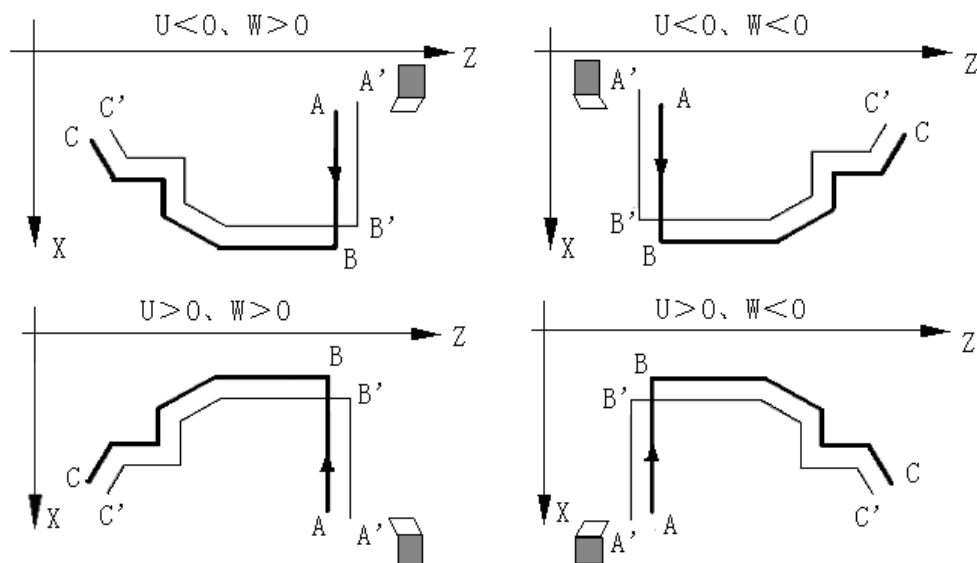

图 4-16-4
- 1) 执行指令①时, 坐标轴没有实际运动, 系统自动将偏移量记忆到内部, 一直有效; 如果未指定, 则默认为 0。
- 2) G71 指令①设置的偏移量仅对 G71 指令②起作用,
- 3) G71 指令①中的 U、W 字段必须同时指定, 不能只写一个。
- 4) G71 指令③中的 X(U)、P、Q 字段应该与 G71 指令②一致; 如果要写, 必须写完整; 而且字段范围与指令②相同。
- 5) G71 指令③中, P~Q 程序段中的指令编程规则同粗车 G71 指令②相同。
- 6) 系统执行粗车 G71 指令②时, 自动记忆最近的 G71 中的 X(U)、P、Q 字段数据; 如果 G710 省略了 X(U)、P、Q 字段, 则直接引用内部记忆的数据。因此, 如果是对最近粗车过的 G71 轨迹进行精车, 则可以省去 G710 之后的字段。
- 9) G710 与 G71 指令②一样, 内部可以进行刀尖半径补偿, 编程规则、格式与 G71 指令②一样。
- 10) 留粗车余量时坐标偏移方向: 指令①的 U、W 反映了精车时坐标偏移和切入方向, 按 U、W 的符号有四种不同组合, 见图 4-16-4, 图中: B→C 为精车轨迹, B'→C' 为粗车轮廓, A 为起刀点。